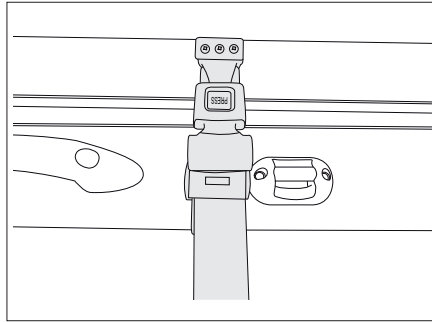

Bild 175 Sicherungsgurt
- Den Sicherungsgurt (Bild 175) lösen.
- Den Sicherungsgurt (Bild 175) anbringen.